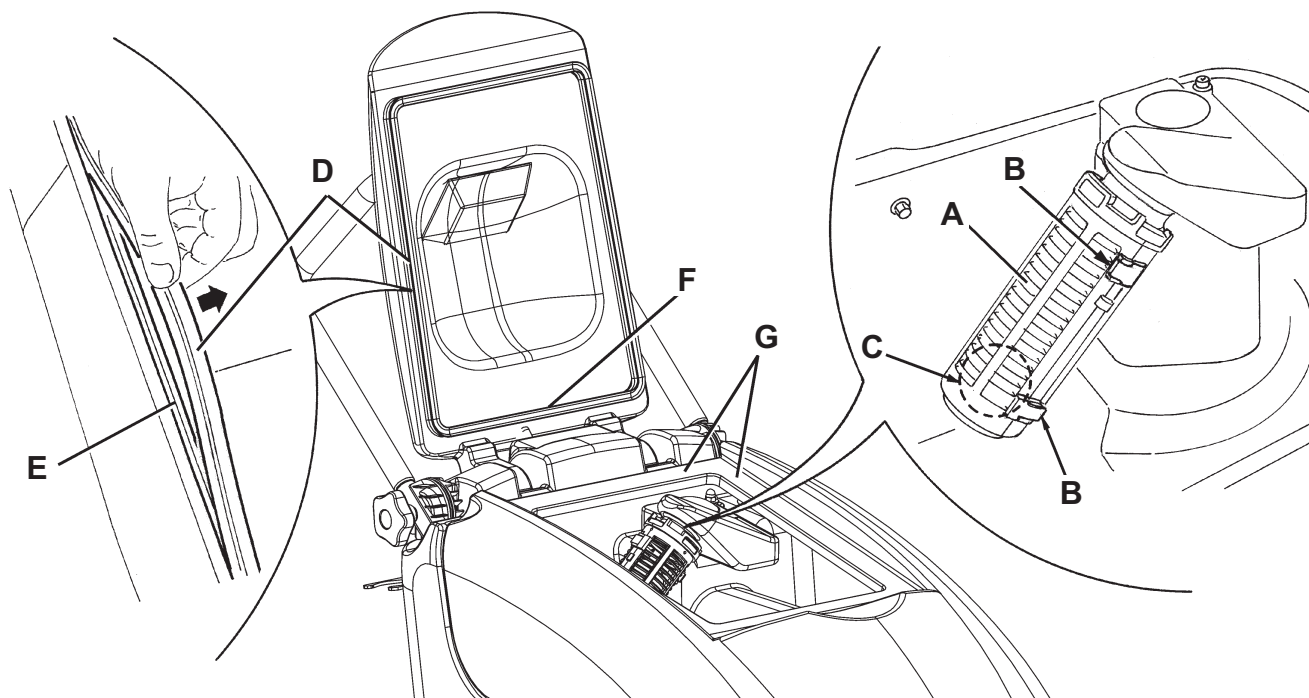

Abbildung 5
4. Falls erforderlich, Haltevorrichtungen (B, Abb. 5) lösen, Gitter (A) öffnen und Schwimmer (C) entnehmen. Sorgfältig reinigen und wieder montieren.
5. Überprüfen, ob die Dichtung (D) des Schmutzwassertankdeckels unversehrt ist.